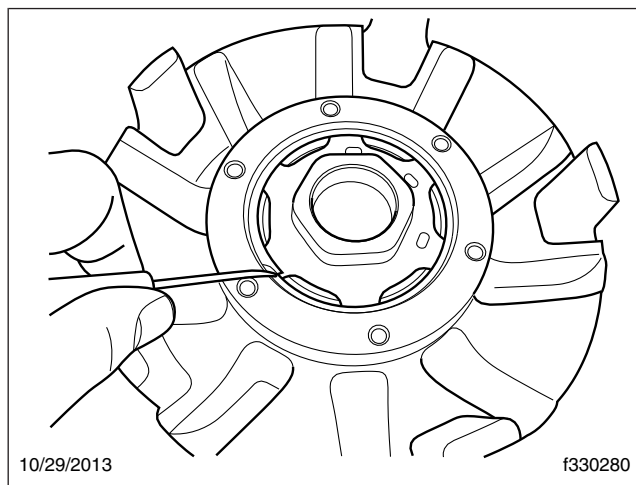

Fig. 4, Retrait d'un anneau d'arrêt de pression
7.2 Desserrez l'écrou de fusée. Un fois l'écrou de fusée desserré, il est possible de l'utiliser comme un extracteur de moyeu. Toutefois, si le moyeu ne se dégage pas de la fusée en exerçant un couple de 68 N·m (50 lbf·pi), retirez l'anneau d'arrêt de pression (voir figure 4), puis l'ensemble de l'écrou de fusée.